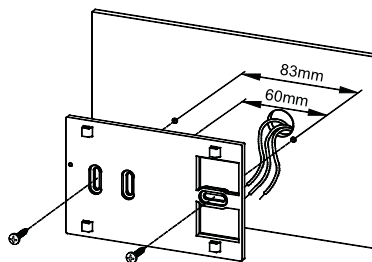
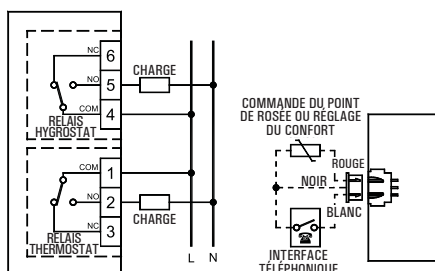
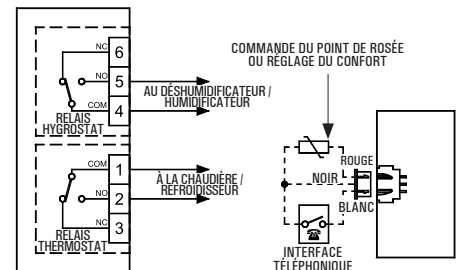

Fig. 3
Fig. 4
Fig. 5
- 3 Exécuter les connexions électriques en faisant passer les fils à travers l'ouverture rectangulaire de la plaquette de fixation au mur (Fig. 3), suivant le schéma de connexion de la Fig. 4 ou Fig. 5.